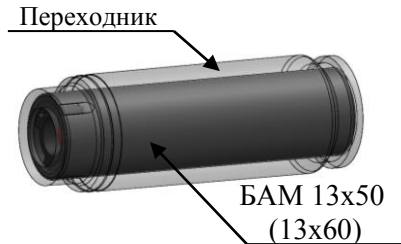

Рис. 4
5.3.4. При заряджании устройства БАМами 13x50 (13x60) поместите БАМы в соответствующие переходники (рис. 4) и выполните те же действия, что и со штатными БАМами.